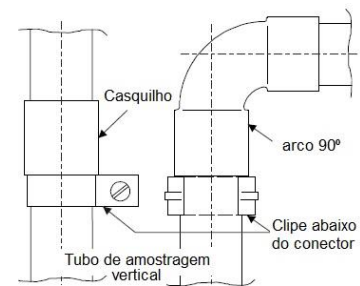

Fig. 23 Tubo de amostragem vertical
- Para tubo de amostragem dispostas verticalmente ou suas partes (e.g. em uma subida ou armazéns de alta cremalheira) confira que os tubos não podem deslizar para baixo (aperte os clipes diretamente abaixo das conexões como mostrado na **Fig. 23**).